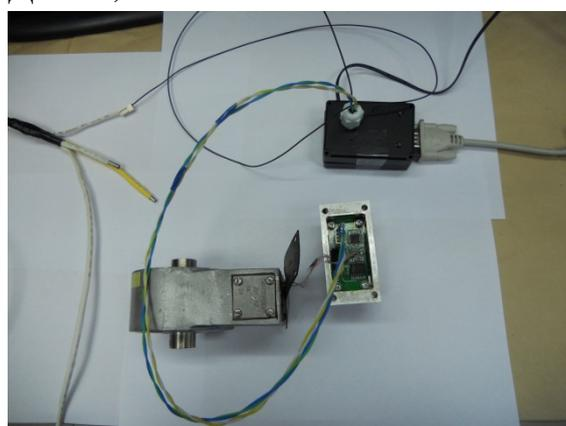

Рис. 2
3.4.2. Установка датчика натяжения “ДН-10” на нижний блок-баланс производится, согласно приложению 1 и рис.2, в следующей последовательности.
4.7.2. Выключение и демонтаж датчика натяжения “ДН-10”, установленного на нижнем блок-балансе, производить, согласно приложению 1 и рис.2, следующим образом: